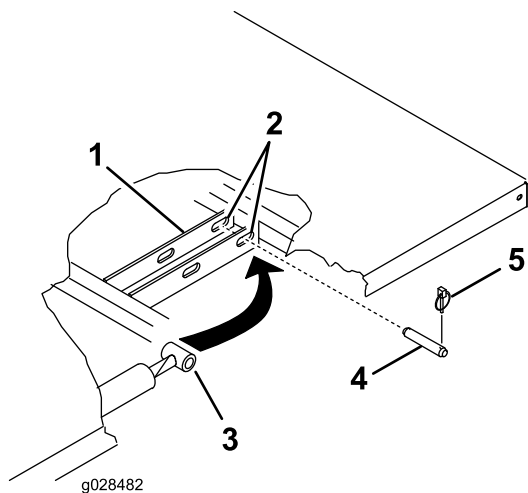

Figura 5
7. Inserte el pasador de horquilla desde el exterior de la plataforma con el pasador de seguridad hacia fuera (Figura 5).